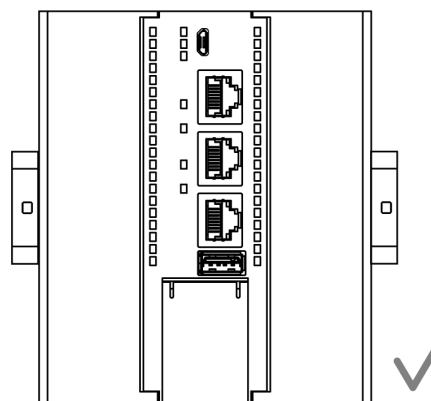

Рисунок 4.3 – Верная установка контроллера
2. При монтаже прибор необходимо располагать строго в соответствии с (рисунок 4.3). Запрещается горизонтальная / боковая / торцевая установка.